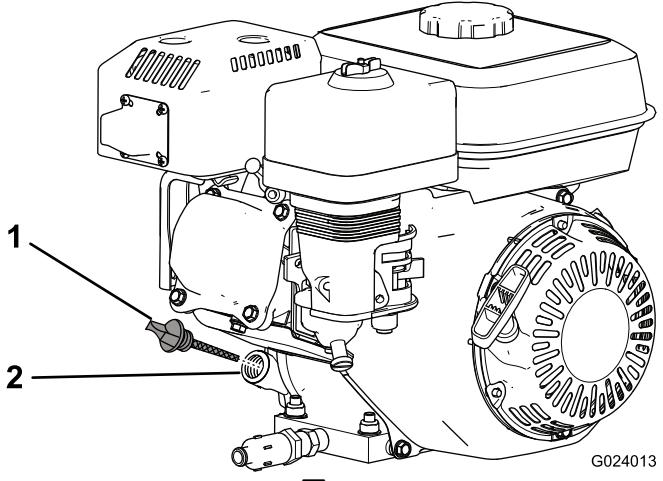

図 26
2. エンジンを停止し、冷えるのを待ってオイルフィルタのキャップ兼ディップスティックの周囲をきれいにする図 26。